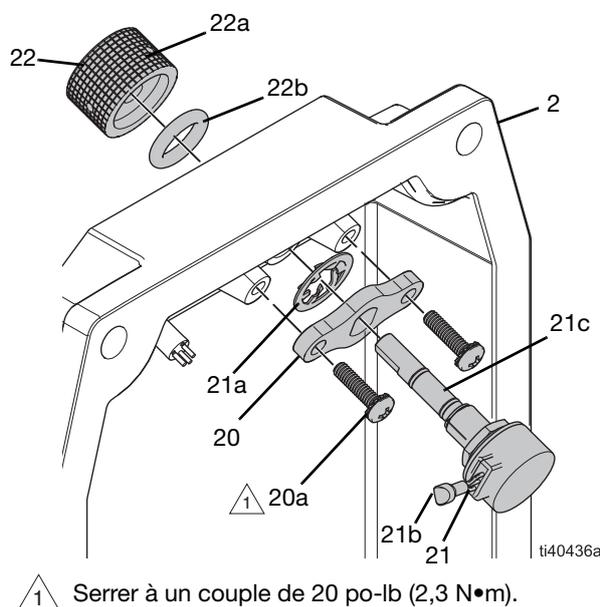

FIG. 15 : Ensemble du bouton de commande
2. Préparez le nouveau codeur (21) en vérifiant qu'un seul écrou est installé sur le filetage du codeur et que l'écrou est vissé, en contact avec le corps du codeur. Si un deuxième écrou est présent, le jeter.
3. Insérer le codeur (21) dans le support de montage du bouton de commande (20).
4. Installer l'écrou-poussoir (21a) sur le codeur (21), en le mettant en contact avec le support de montage (20).
5. Appliquer un lubrifiant antigrippant sur l'arbre du codeur (21).
6. Insérer l'ensemble du codeur (21) dans le trou du bouton de commande sur le couvercle de commande (2).
- REMARQUE :** veiller à ce que le fil du codeur (21b) soit correctement orienté afin de pouvoir le connecter facilement à la carte de commande. Voir la FIG. 15.
7. Insérer les fixations (20a) dans le support de montage du bouton de commande (20).
9. Installer le joint (22b) sur le bouton de commande (22).
10. Installer le bouton de commande (22) sur l'arbre (21c) du couvercle de commande (2). S'assurer que la marque sur le bouton de commande est alignée avec la position d'arrêt (0) sur l'étiquette de commande (40).
11. Serrer fermement les fixations du bouton de commande (22a). S'assurer que le bouton de commande (22) tourne correctement.